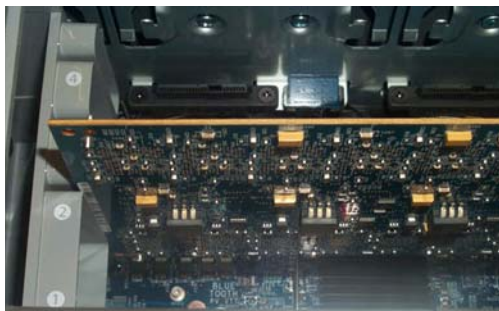

图 4. 安装的 PCIe 卡
- 让卡的 PCIe 连接器朝下，将卡小心地直接向下滑，并将 PCIe 连接器牢固地固定到插槽 2 的 PCIe 插槽，确保卡前端的所有组件均不妨碍灰色塑料 PCIe 卡支架，如图 4 所示。